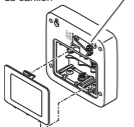
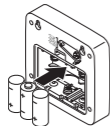

Figure 2
Figure 3
2. **Installez 3 piles alcalines « C ».** Appuyez sur le loquet à l'arrière du carillon, puis soulevez le couvercle (voir la Figure 2). Insérez 3 piles alcalines « C » (non incluses) dans le carillon. Assurez-vous que les piles sont insérées conformément au diagramme situé à l'intérieur du carillon (voir la Figure 3). Remettez le couvercle d'accès du compartiment des piles en place à l'arrière du carillon.
4. **Réglez le volume à la puissance souhaitée (voir la Figure 2).**